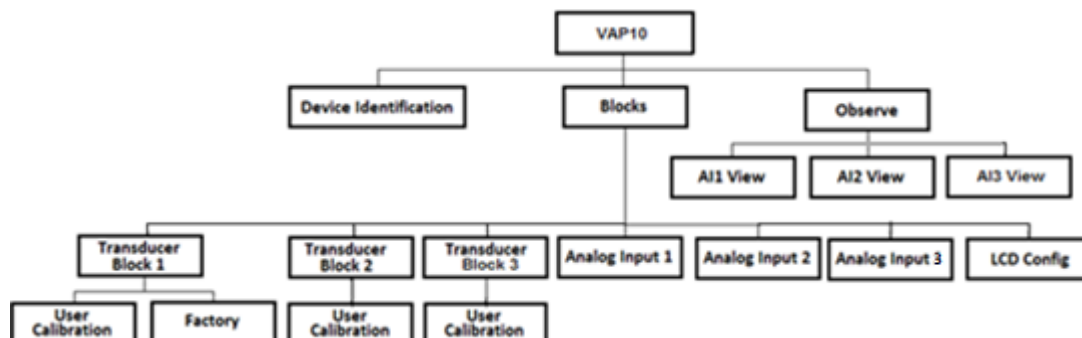

Figura 3.6 – Árvore de programação do VAP11.
A árvore de programação é uma estrutura em forma de árvore com um menu de todos os recursos de software disponíveis, como mostrado na Figura 3.6.
As figuras a seguir mostram algumas telas do DTM do VAP11 utilizando a interface VCI10-UP da Vivace com o PACTware®. Note que o diretório com os menus disponíveis para o DTM (*OnLine Parameterize*) segue o formato da árvore de configuração exibida no item 3.6 (figura 3.6).